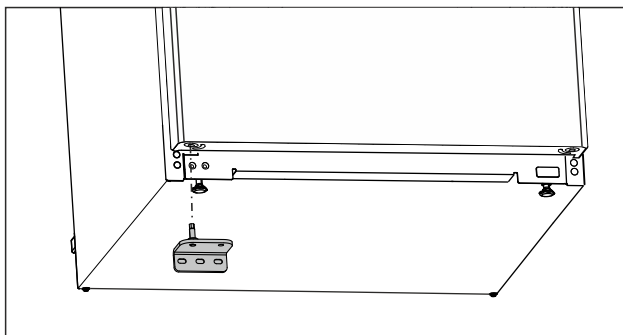

Fig. 20
- ▶ Placer le support de palier inférieur du côté opposé. (voir Fig. 20)